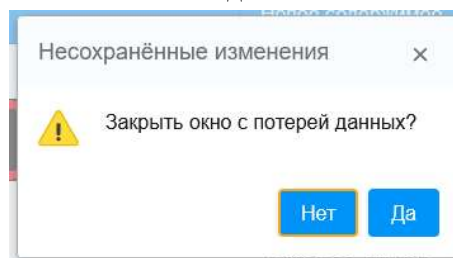

Рис. 80 Предупреждение о потере данных
- при наличии изменений система предупреждает пользователя о наличии несохраненных изменений (см. рис. 80) и просит подтвердить закрытие формы с потерей введенных данных. При этом теряются также данные, введенные пользователем на вкладке **Инциденты**, так как карточка события сохраняется только после согласования плана действий.